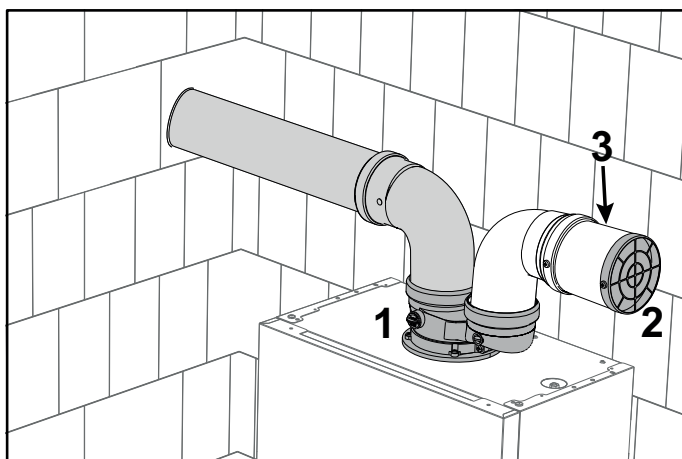

fig. 31- Grilaj de protecție
Instalați accesoriul de pornire (det. 1 fig. 31 - cod **041101X0**). În conducta de aspirație trebuie să se monteze un grilaj de protecție (det. 2 - fig. 31 - cod **1KWMA85A**). Dacă este necesar, introduceți un tronson (3) între grilaj și accesoriu.